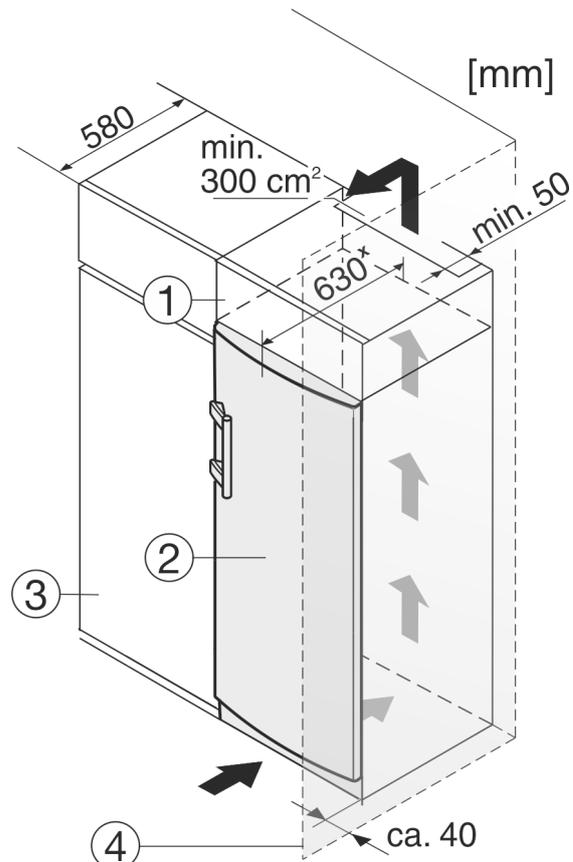

Fig. 12
(1) Rehausse
(2) Appareil
(3) Placard de cuisine
(4) Mur
L'appareil peut être intégré dans des meubles de cuisine. Pour adapter l'appareil Fig. 12 (2) à la hauteur du coin cuisine, une rehausse Fig. 12 (1) peut être posée sur l'appareil.
Lors de la transformation avec des placards de cuisine (profondeur max. 580 mm), le réfrigérateur peut être placé directement à côté du placard de cuisine Fig. 12 (3). Le réfrigérateur dépasse sur les côtés de 34 mm * et au centre du réfrigérateur de 50 mm * par rapport à la façade du placard.
Si le réfrigérateur est installé avec les charnières près d'une paroi Fig. 12 (4), la distance entre le réfrigérateur et la paroi doit être d'au moins 40 mm. Cela correspond au dépassement de la poignée lorsque la porte est ouverte.